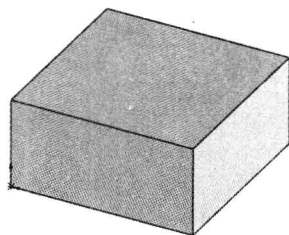

图 1-12 拉伸结果
(8) 在方向 1 下的给定“深度值”改为 60，单击 确定，完成拉伸基体操作，结果如图 1-12 所示。